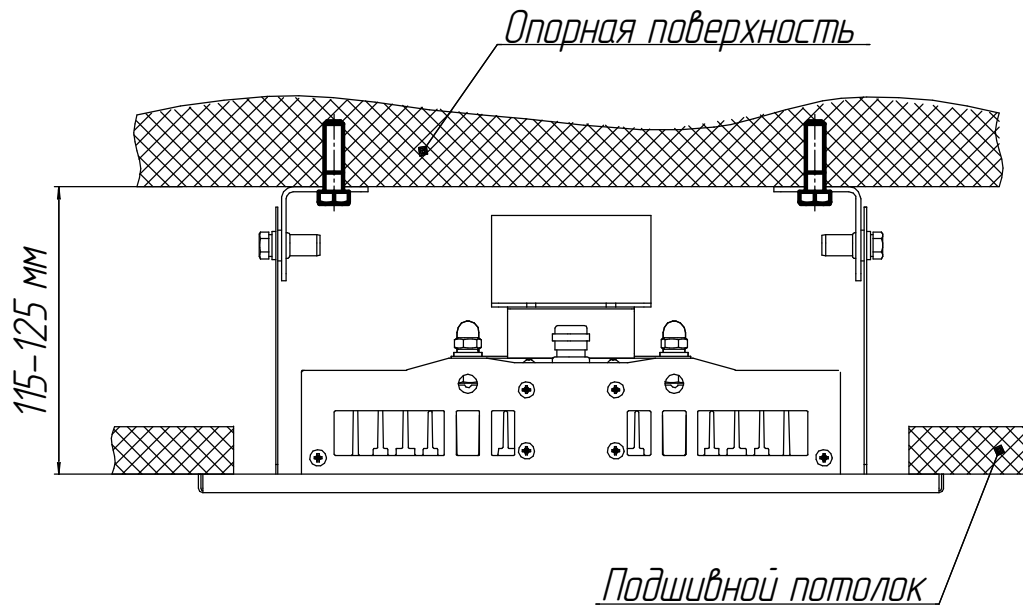
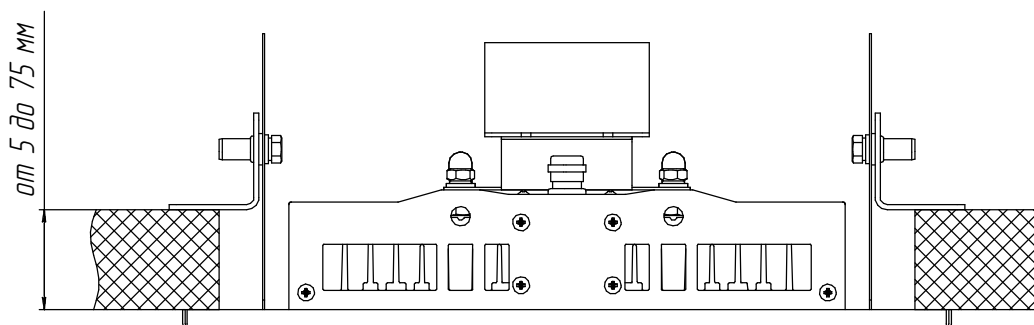

Рисунок 3 - Установка светильника с креплением к опорной поверхности
Рисунок 4 - Установка светильника с опорой на потолок
5.4 Закрепите в нише рамку монтажную (см. рисунок 3 или рисунок 4).